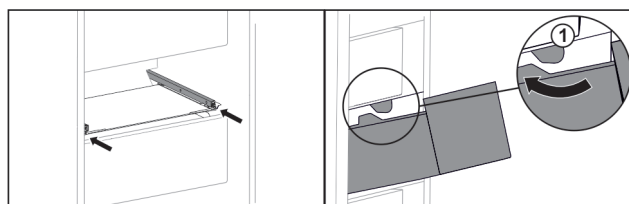

Fig. 47
- ▶ Før skuffen omkring stoppene Fig. 47 (1).